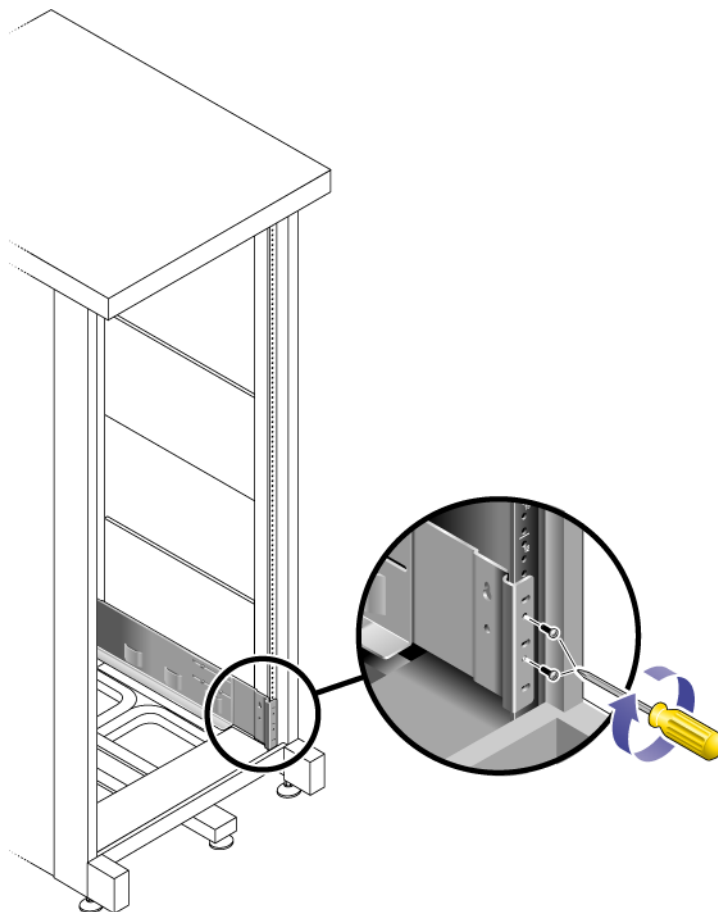

FIGURE 2-18 Fixation du rail gauche à l'arrière de l'armoire
- d. Selon le type de votre armoire, suivez l'une des procédures ci-dessous (voir FIGURE 2-18) :